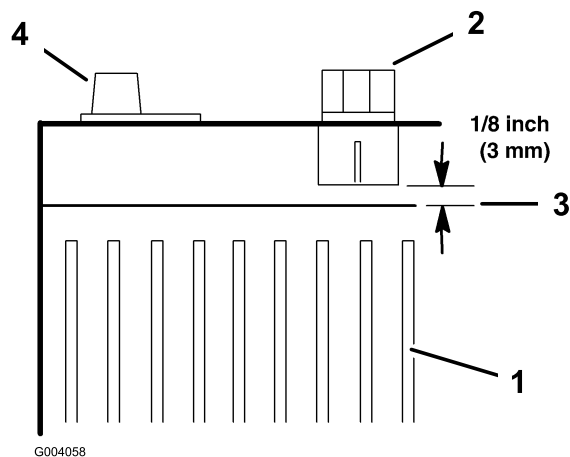

図 27
7. 電解液の量が給水口の下端から 3 mm 程度になるように蒸留水を補給する（図 27）。